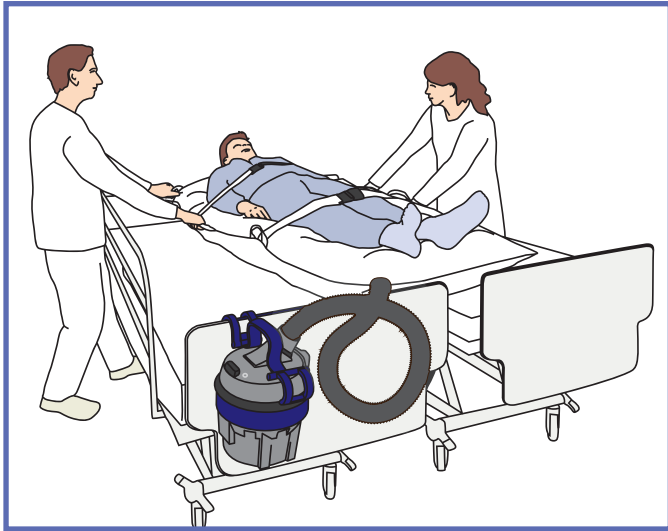

Fig. 16
- 13) **Mottaksside:** grip *Maxi Air*-madrassen når den er halvveis over mottaksunderlaget. Se "Fig. 16".